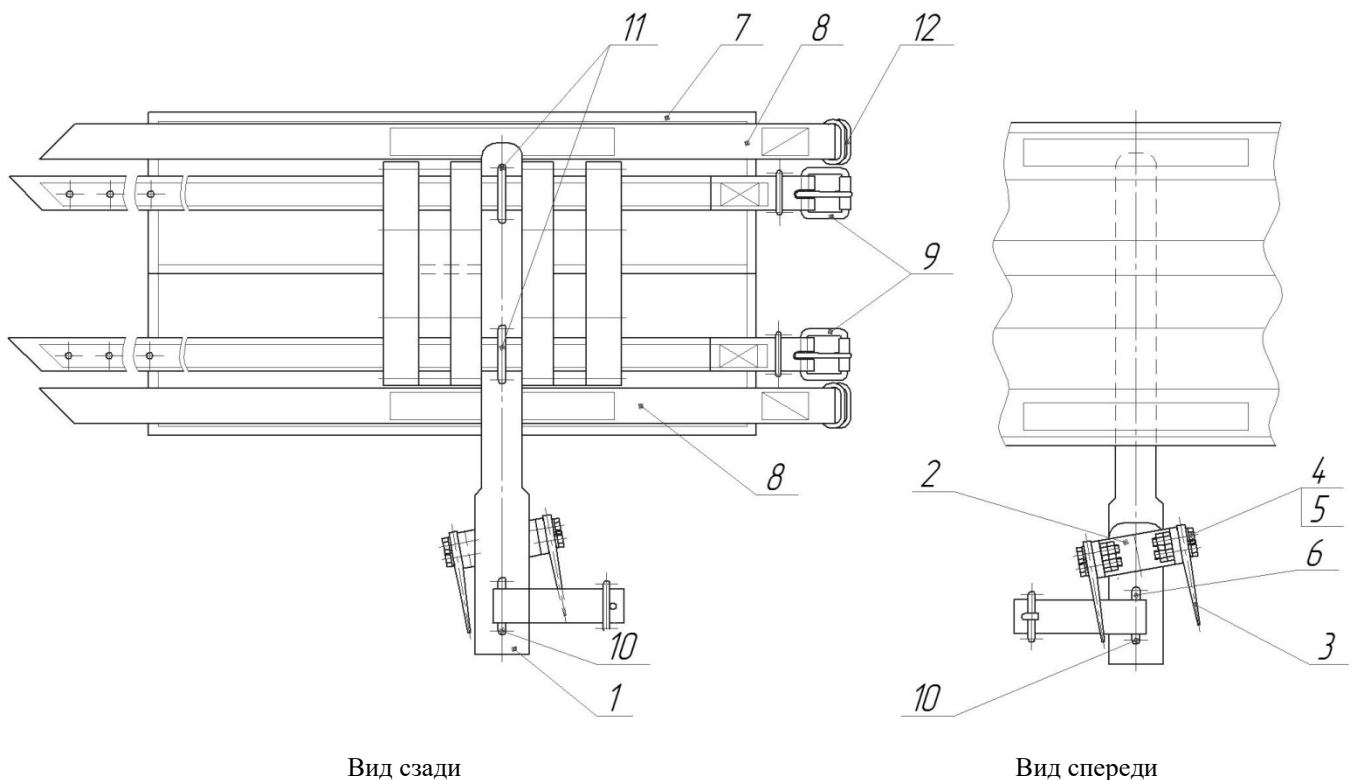

Рис. 1
3. Состав изделия. Правый лаз изображен на рис.1.